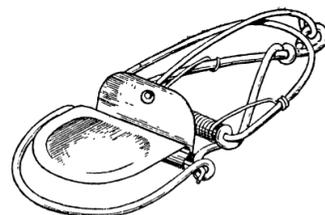

Рис. 22. Проволочная пашка (общий вид)
**Проволочная мышеловка-пашка** (рис. 22). Для изготовления основания этой ловушки прочную проволоку надо изогнуть, как показано на рисунке 23. Затем из такой же проволоки согните дугу по размерам дуги основы, концы полученной дуги загните внутрь, как показано на рисунке, и проденьте в верхние ушки основы. Затем наденьте на них сильную спиральную пружину, после чего соедините концы. Введите пружину, один конец ее закрепите на подвижной дужке, а другой — на основе. В нижние ушки вставьте проволочную ось, на которую наденьте сторожок, вырезанный из жести и согнутый согласно рисунку 22. В заключение к заднему ушку основы прикрепите проволочный фиксатор, который будет удерживать взведенную дужку.